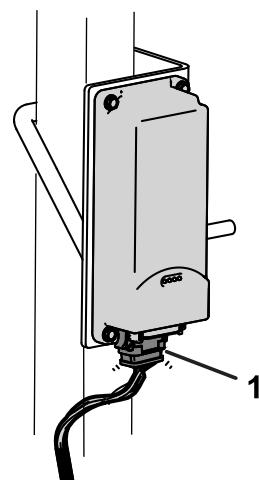

Figura 7
- Instale el conector marcado P02 del arnés de cables de la telemática en el dispositivo telemático (Figura 7).